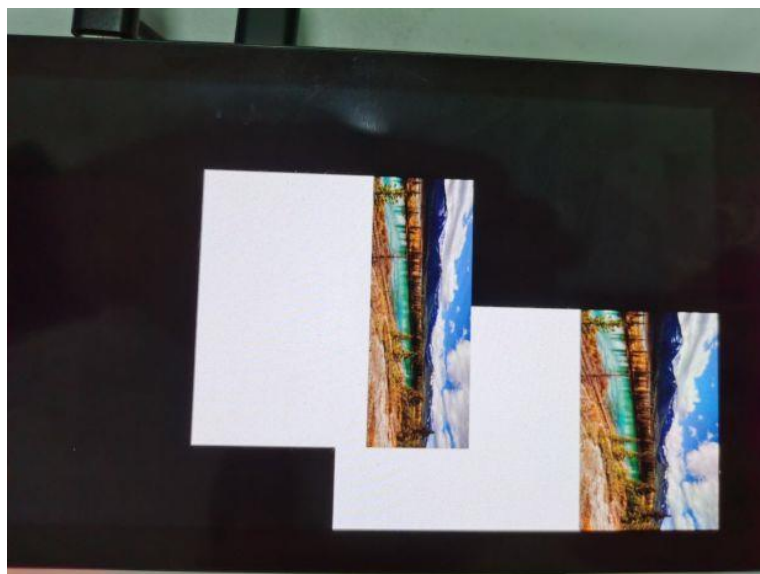

图 6-3
2、在开发板串口终端执行如下命令，使 LCD 显示图片，显示效果如图 6-3 所示。